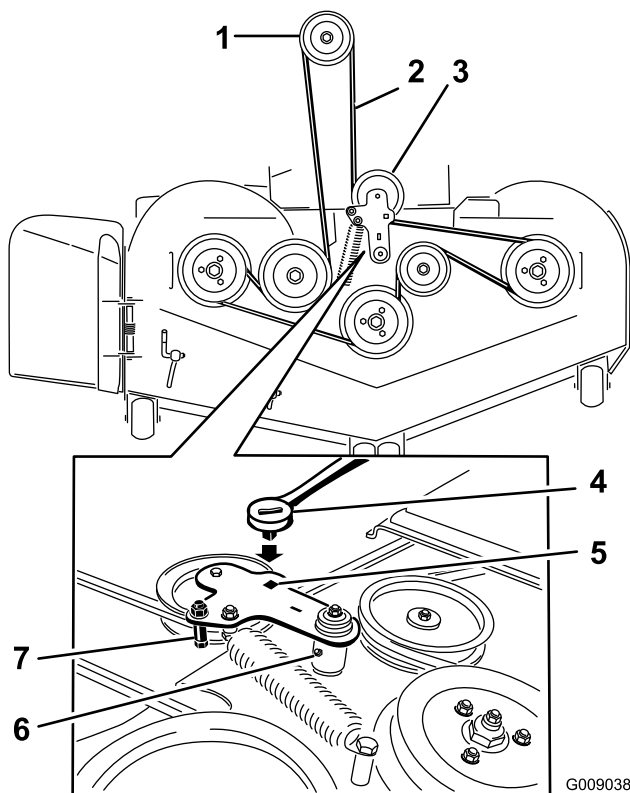

Figura 61
7. Utilice una llave de carraca en el taladro cuadrado del brazo tensor para aliviar la tensión del muelle tensor (Figura 61).
9. Retire la guía de la correa del brazo tensor tensado con muelle según lo ilustrado en Figura 61.
11. Pase la correa nueva alrededor de las poleas del cortacésped y de la polea del embrague, debajo del motor (Figura 61).
12. Instale la guía de la correa en el brazo tensor según se muestra en Figura 61.
13. Utilizando la llave de carraca en el taladro cuadrado, instale el muelle tensor (Figura 61).